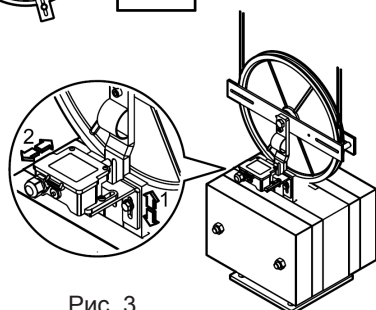

Рис. 3
- Отрегулируйте, на предохранительном выключателе, горизонтальное положение крепежных отверстий (Рис. 3 – поз.2).